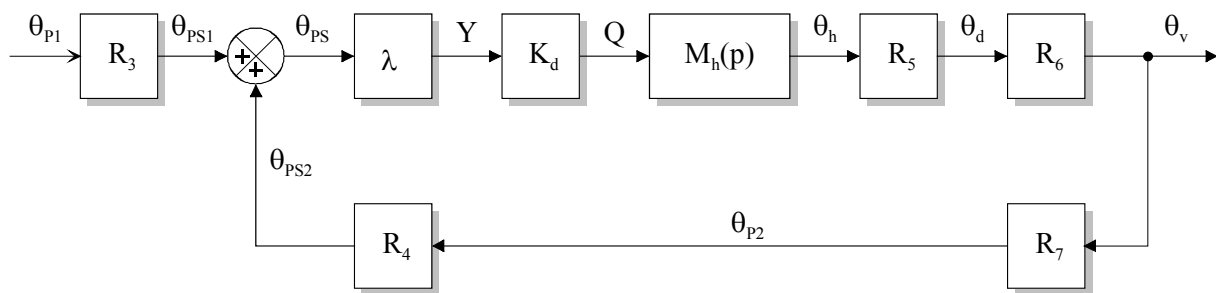
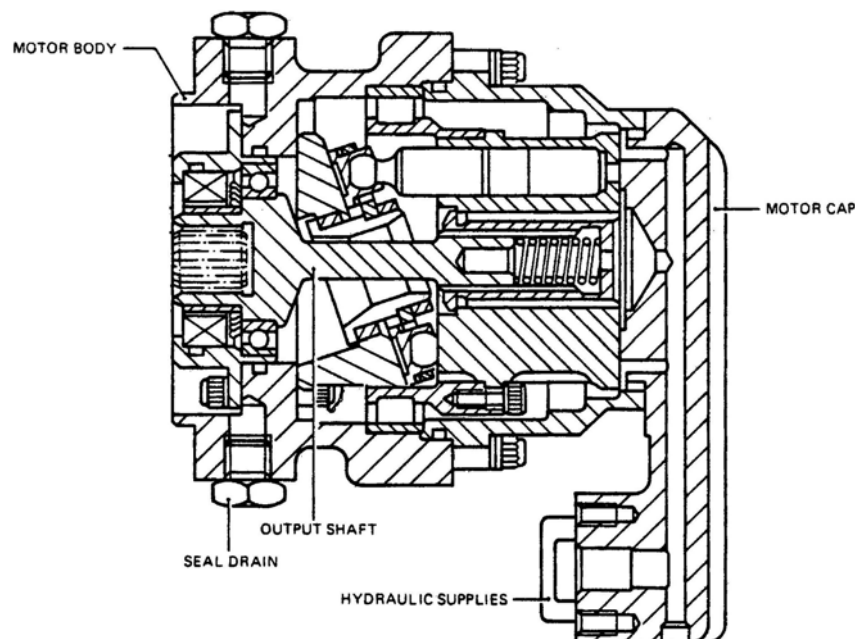
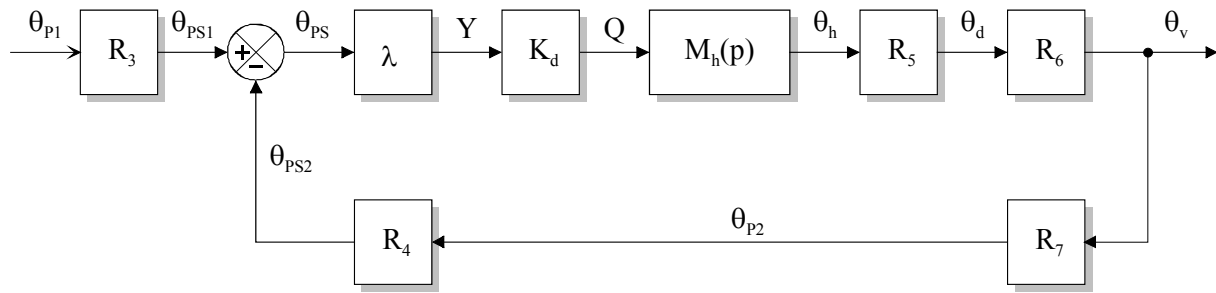

Figure 7 : Schéma bloc simplifié
Figure 8 : Moteur hydraulique
Figure 9 : Schéma bloc simplifié
- Les moteurs hydrauliques (voir Figure 8) ayant la même fonction de transfert  $M_h(p)$ , justifier que le schéma bloc puisse se mettre sous la forme de celui représenté Figure 7.
**Question 3-9** : Montrer que, dans ces conditions, le schéma bloc de la Figure 7 peut se mettre sous la forme de celui de la Figure 9, mathématiquement équivalente.